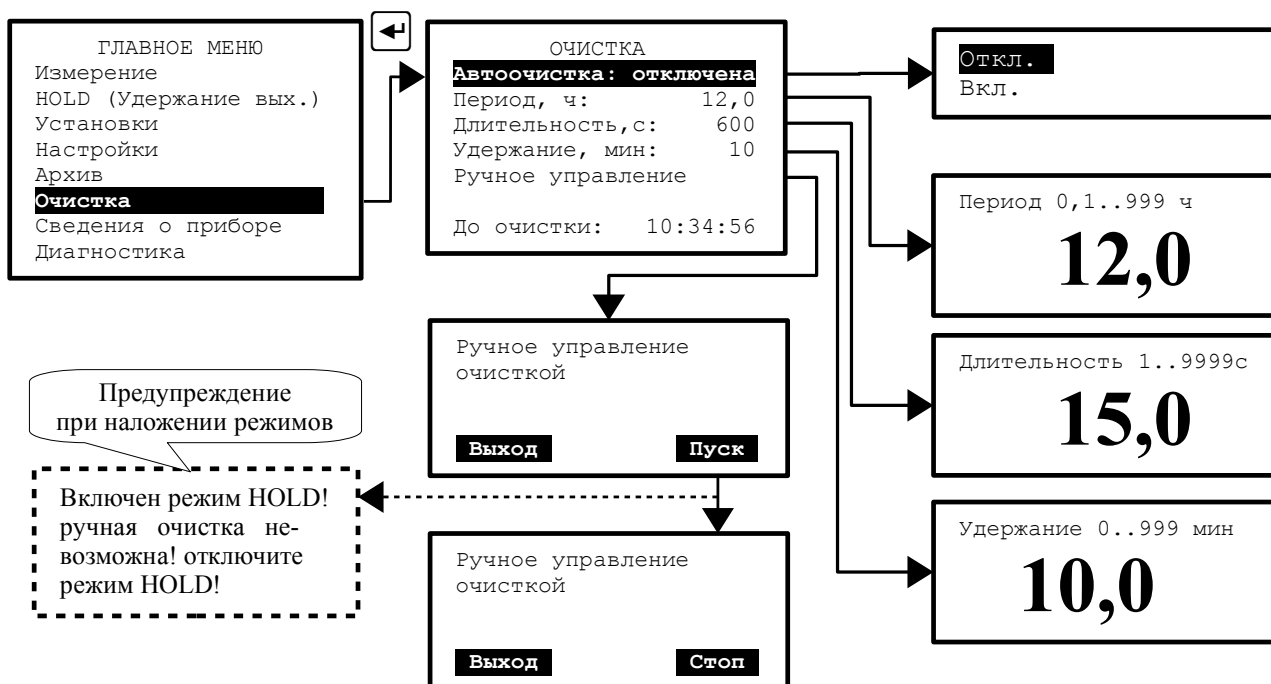

Рисунок 22 - Установка параметров режима очистки
3.3.7.1 Режим очистки (смотри Рисунок 22) предназначен для управления устройством воздушной, струйной, ультразвуковой или другими видами очистки датчиков путём включения исполнительного реле (реле № 4).
3.3.7.5 Управление работой исполнительного реле возможно в режиме ручного управления (Рисунок 22). После выхода из режима ручного управления